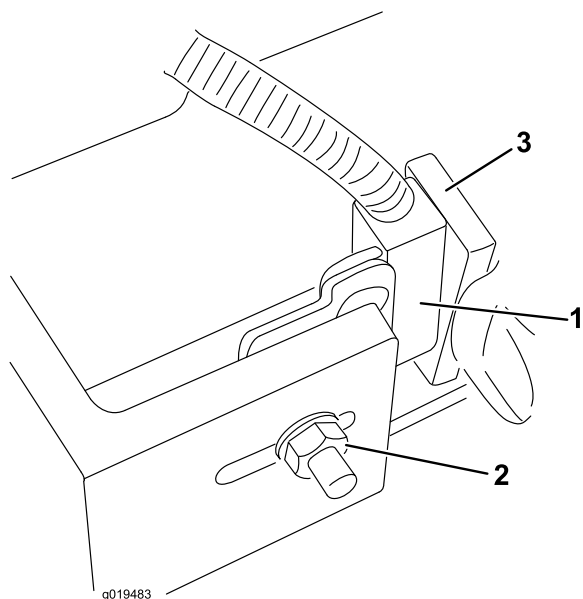

Figure 87
- Desserrez l'écrou du boulon de carrosserie qui fixe le support du commutateur de bras de levage au bras n° 4, 6 ou 7 (Figure 87).